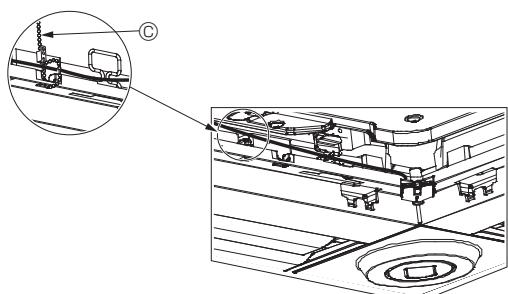

Fig. 10-12
- Säkra i-see-Sensorns och signalmottagarens ledningar till panelen med fästen som visas på bilden så att ledningarna inte hänger löst och klipp sedan bort den överflödiga änden av fästena. (Fig. 10-12)
- Ändra funktionsinställningarna om i-see-Sensorn flyttades från "○", position (E), till "□", position (F). (Se sidan 13)